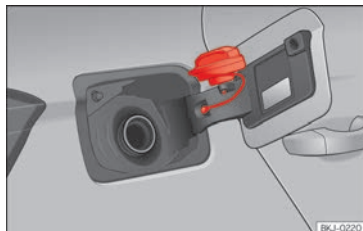

Abb. 154 Tankklappe mit aufgestecktem Tankverschluss.
- Platzieren Sie den Verschluss in der Aussparung, die sich im Scharnier der geöffneten Tankklappe befindet »» (Abb. 154).